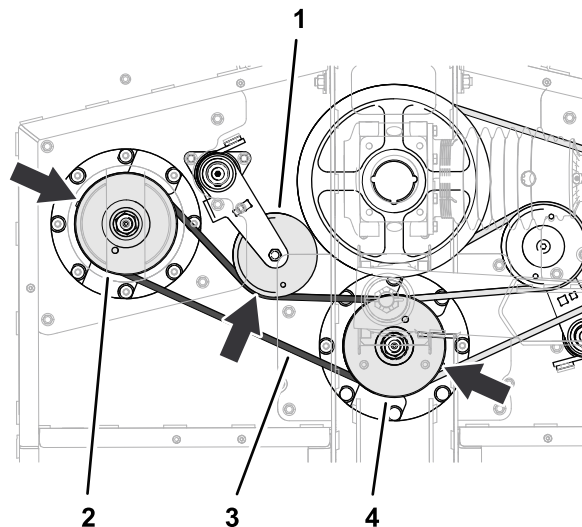

Рисунок 61
2. Проложите длинный ремень вокруг шкива левого шпинделя и нижней канавки шкива среднего шпинделя (Рисунок 61).
3. С помощью монтировки или аналогичного инструмента поверните натяжитель ремня против часовой стрелки и наденьте ремень поверх шкива натяжителя (Рисунок 61).